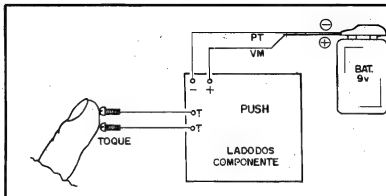

Fig.5
- FIG. 5 - CONEXÕES EXTERNAS À PLACA - Com o Circuito Impresso ainda visto pelo seu lado não cobreado, agora as ligações periféricas (poucas e fáceis...) estão enfatizadas. Atenção à polaridade das conexões à bateria, via cabinhos do "clip", sempre lembrando que o fio vermelho corresponde ao positivo, e o fio preto ao negativo. Observar também as ligações aos contatos metálicos de toque (podem ser dois parafusinhos, ou qualquer outra pecinha metálica, pequena, onde a solda "pegue" bem (de ferro, latão, cobre, etc.). Notem que (dependendo do arranjo final pretendido) convém fazer as ligações aos contatos de toque tão curtas quanto possível, para não ficarem aqueles "baita fiores" pendurados, atrapalhando o "encaixamento"...